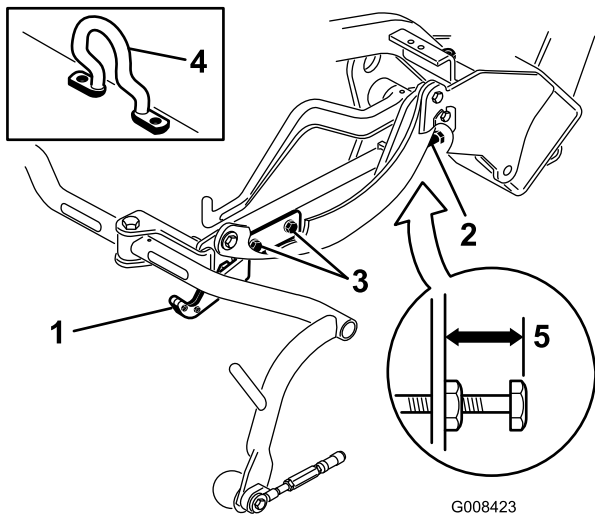
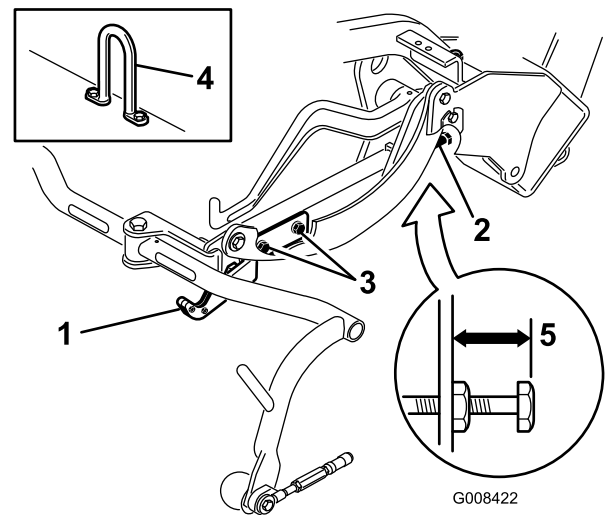
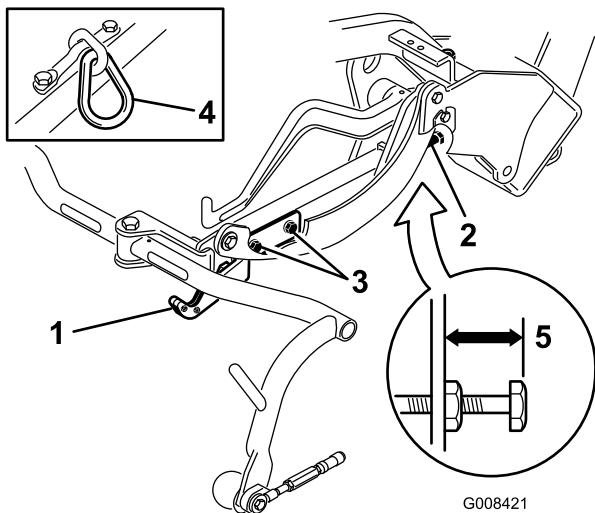

Bild 12
Bild 14
Bild 13
Prüfen Sie die Transporthöhe (**Bild 13** und **Bild 14**) und stellen Sie diese ggf. ein.
2. An Schneideeinheiten, die einen Versatzhubhaben haben (**Bild 12**, Einsatz) müssen Sie darauf achten, dass der Abstand von der Oberkante der Einstellschraube am Trägerrahmen bis zur Rückseite des Trägerrahmens 25 mm beträgt. Sollte der Abstand nicht 25 mm sein, gehen Sie auf Schritt 4.
3. An Schneideinheiten, die ein Kettenglied oder einen geraden Hubhaken haben (**Bild 13** und **Bild 14**, Einsätze) müssen Sie darauf achten, dass der Abstand von der Oberkante der Einstellschraube am Trägerrahmen bis zur Rückseite des Trägerrahmens 22 mm beträgt. Sollte der Abstand nicht 22 mm sein, gehen Sie auf Schritt 4. Wenn die Schneideinheit mit einem Versatzhublenker (**Bild 12**) ausgestattet ist, gehen Sie auf den nächsten Schritt.
4. Lockern Sie die Befestigungsschrauben an der Transportplatte (**Bild 13**, **Bild 14** und **Bild 12**).
7. Wenn die Trägerrahmen nicht dieselbe Höhe aufweisen, lösen Sie die Klemmmutter an der Einstellschraube des Trägerrahmens (**Bild 12**, **Bild 13** und **Bild 14**). Drehen Sie die Schraube raus, um den Trägerrahmen anzuheben, oder drehen Sie die Schraube rein, um ihn abzusenken. Ziehen Sie die Klemmmutter wieder an, nachdem Sie die korrekte Höhe eingestellt haben.